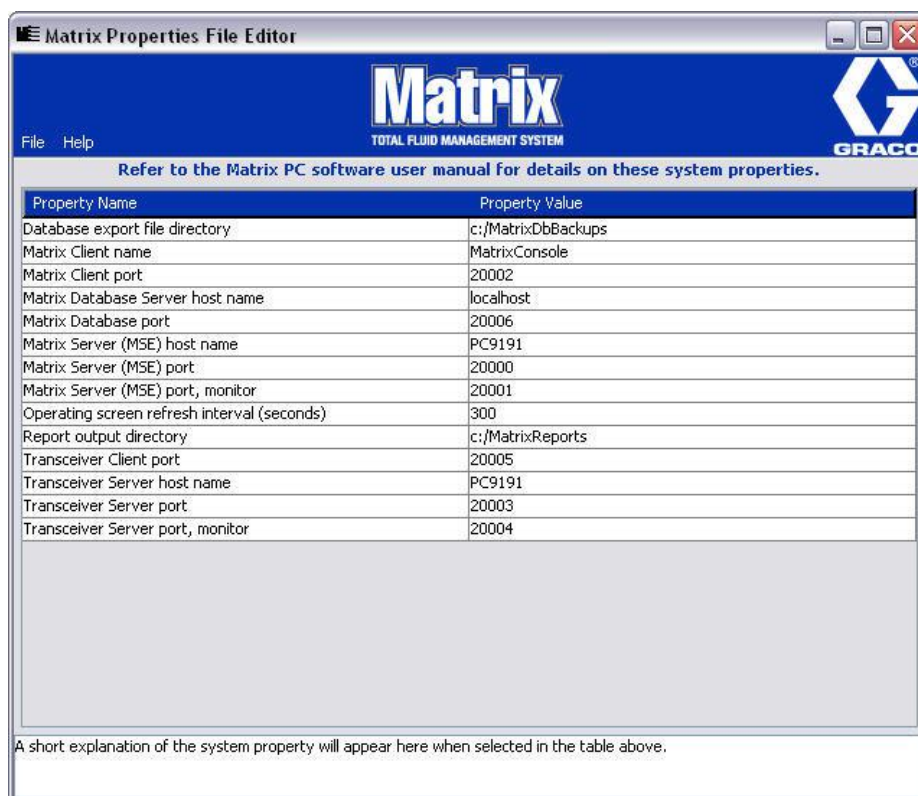

Рис. 12
- Появится редактор в виде списка свойств системы из двух столбцов. Справа будут названия свойств, а слева – их величины, которые можно изменить (Рис. 12). Чтобы выбрать свойства, щелкните по нему: на нижней панели экрана отобразятся основные сведения об этом свойстве.